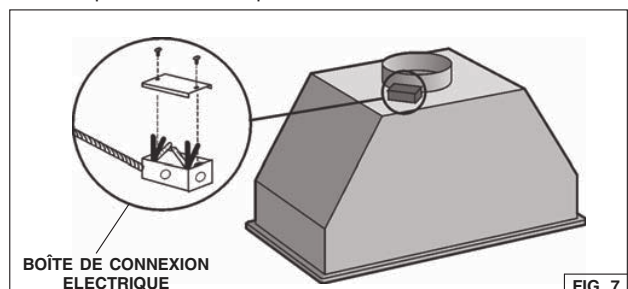

FIG. 7
- Otez les fils métalliques (Fig. 7) et remplacez les filtres à charbon.